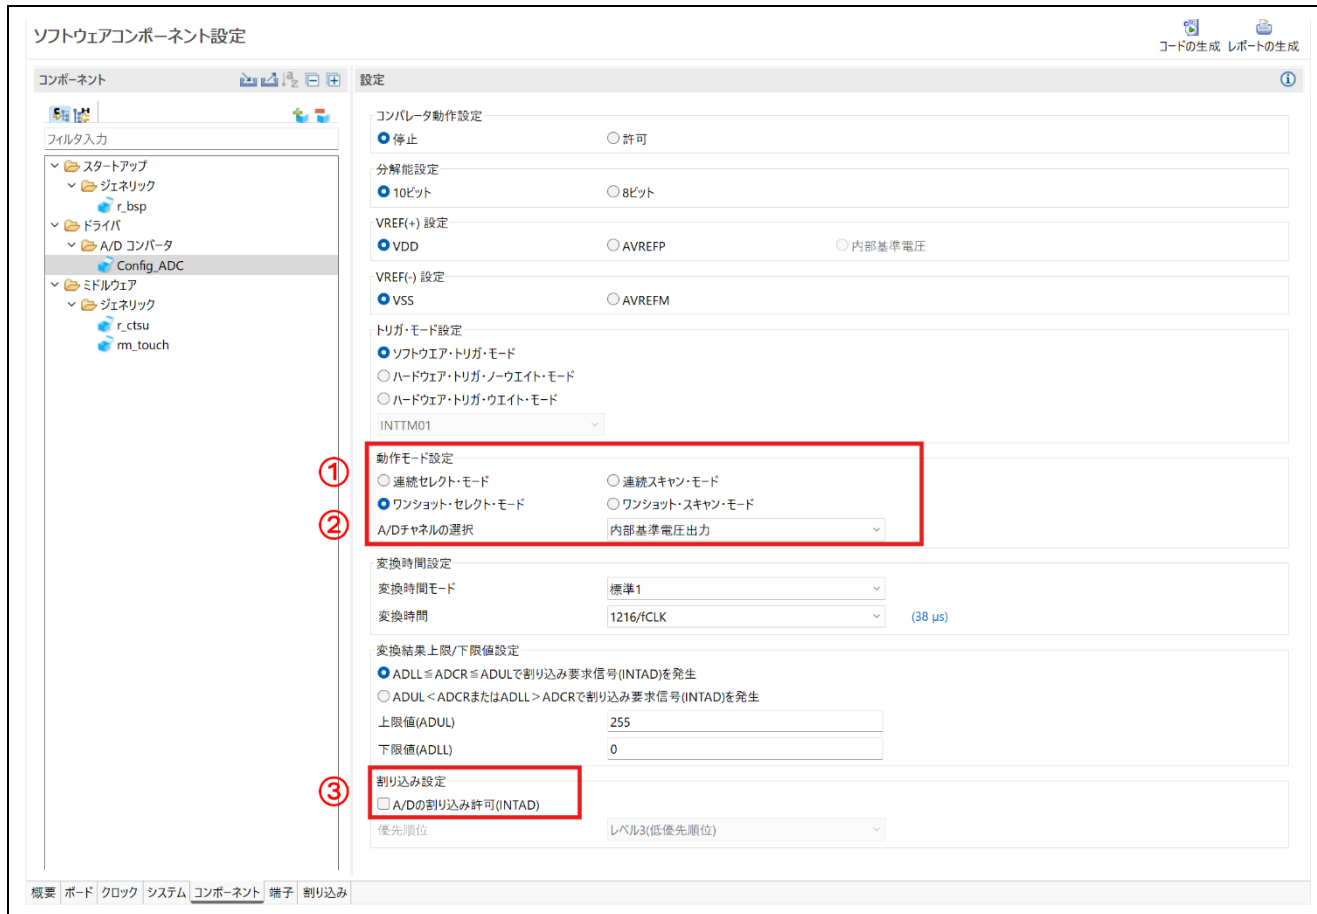

図 6-17 ADC ドライバ設定 (RL78/G22)
6. RL78/G22 を使用する場合は、A/D コンバータ ("Config_ADC") を追加します。図 6-17 に示す通り、以下の設定を変更してください。
- ①. [動作モード設定] -> [ワンショット・セレクト・モード]を選択。
- ②. [A/D チャンネルの選択] -> [内部基準電圧出力]を選択。
- ③. [割り込み設定] -> [A/D の割り込み許可(INTAD)]のチェックを外してください。
7. RL78/G23、RL78/L23 を使用する場合は、A/D コンバータ ("Config_ADC") を追加します。図 6-17 に示す通り、以下の設定を変更してください。
- ①. [分解能設定] -> [12 ビット]を選択。
- ②. [動作モード設定] -> [ワンショット・セレクト・モード]を選択。
- ③. [A/D チャンネルの選択] -> [内部基準電圧出力]を選択。
- ④. [変換時間設定] -> [変換時間モード] -> [標準 2] (NM モード) または[低電圧 2] (LV モード) を選択。
- ⑤. [割り込み設定] -> [A/D の割り込み許可(INTAD)]のチェックを外してください。